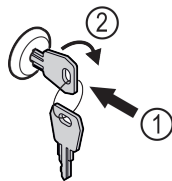

Fig. 133
- ▶ Dugja be a kulcsot Fig. 133 (1).
- ▶ Forgassa el a kulcsot 90°-kal az óramutató járásával megegyező irányba Fig. 133 (2).